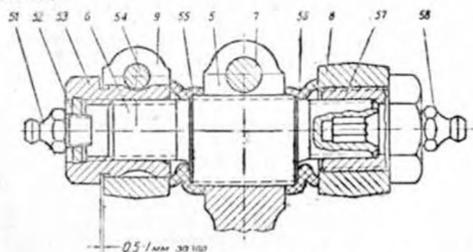

Рис. 112. Крепления верхних рычагов к стойке:
Верхние рычаги 8 и 9 (рис. 112) крепятся к стойке 5 при помощи эксцентриковых резьбовых пальцев. Концы пальцев ввернуты во втулки 53, закрепленные в проушинах задних рычагов 9, и втулки 57, ввернутые в проушины передних рычагов 8. Проушины задних рычагов 9 разрезаны и стянуты болтами 54. Отверстия втулок с торцов закрыты заглушками 52, в которые ввернуты масленки 51. В передних торцах резьбовых пальцев имеются шестигранные отверстия под ключ.
Втулки 53 верхних рычагов, не имеющие резьбы снаружи, устанавливать так, чтобы между торцами их головок и торцами проушины стоек 5 был зазор около 1—0,5 мм, необходимый для предотвращения расклинивания верхнего эксцентрикового пальца 6 (рис. 112). Расстояния между проушинами рычагов и проушинами стоек слева и справа должны быть одинаковыми. Стяжные болты 54 и 7 после сборки и регулировки подвески должны быть полностью затянуты.
Углы наклона шкворня и угол развала колес регулируются при помощи эксцентрикового резьбового пальца *б* (рис. 112). Поворот эксцентрикового пальца *б* может вызывать, во-первых, перемещение верхнего конца стойки *б* по резьбе пальца, во-вторых, изменение наклона стойки *б* в плоскости, перпендикулярной продольной оси автомобиля. Первое изменяет наклон шкворня назад, второе — развал колес и наклон шкворня вбок.
Поворот из положения, показанного на рис. 112, на 90° вызывает изменение углов наклона шкворня вбок и развала на максимальную величину $48'$. При вращении пальцев *б* по ходу часовой стрелки угол развала левого колеса увеличивается, а правого уменьшается. Угол наклона шкворня назад изменяется при этом на $22^{\circ}30'$.
При сборке перед регулировкой палец *б* должен быть установлен в положение, показанное на рис. 112, а проушина стойки *б* должна располагаться симметрично по отношению к рычагам *8* и *9*.
6. Если необходима регулировка, то, отвернув масленку 58, ввернутую в резьбовую втулку 57 (рис. 112) проушины верхнего переднего рычага 8, вставить через отверстие этой масленки ключ в шестигранное отверстие в торце эксцентрикового пальца 6 и, отпустив болт 7, повернуть палец на величину, необходимую для получения нормального значения устанавливаемых углов.